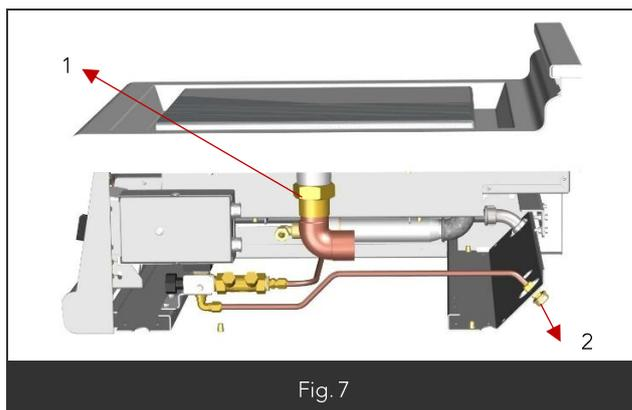

Fig. 7
- Raccordement sur embout laiton mâle 15x21 (Fig7 Rep1)
- Raccordement à l'égout 40x49 (Fig7 Rep2)
- Appuyer sur la manette gaz (Fig10 Rep1) sur la position allumage/veilleuse (Fig10 Rep1.3) et de façon simultanée tourner la manette du commutateur (Fig7 Rep3) sur la position allumage (Fig10 Rep3.7).